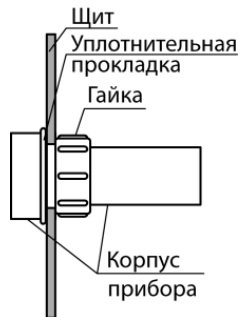

Рисунок 5.1 – Монтаж прибора
- надеть на тыльную сторону передней панели прибора уплотнительную прокладку из комплекта поставки (см. рисунок 5.1);
- надеть на цилиндрическую часть прибора гайку из комплекта поставки (см. рисунок 5.1);